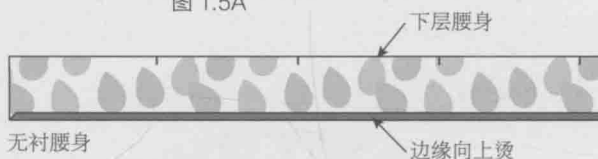

图 1.5B 下层无衬布腰身
3. 沿着上边缘将上下两片腰缝合到一起; 然后熨烫并暗缝(见图1.5B)。